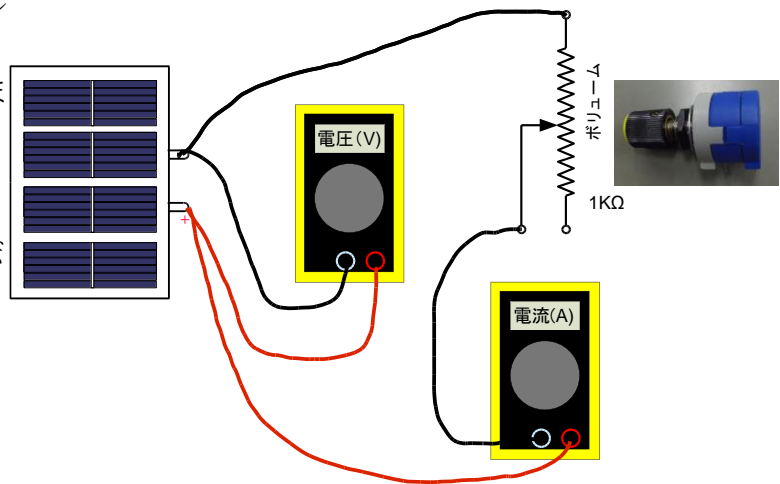

図 21: 太陽電池の特性を測定する
1. 図 21 のように、太陽電池、2 個のデジタルテスタ、 500Ω のボリュームを接続します。(両端の端子に接続します)